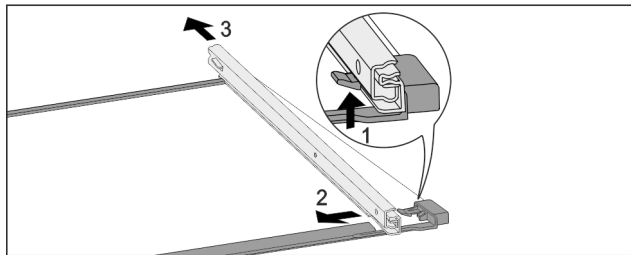

Fig. 190 Skleněná deska s kolejničkami
- ▶ Přední aretační háček zatlačte nahoru. Fig. 190 (1)
- ▶ Výsuvnou kolejničku vysuňte stranou Fig. 190 (2) a dozadu Fig. 190 (3).